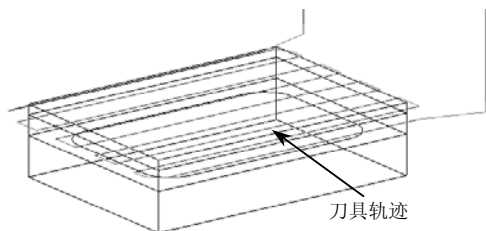

图 2-16 生成刀具轨迹
2) 单击右键后系统提示“拾取岛屿”，再单击鼠标右键确认，系统开始计算，稍后得出刀具轨迹如图 2-16 所示。